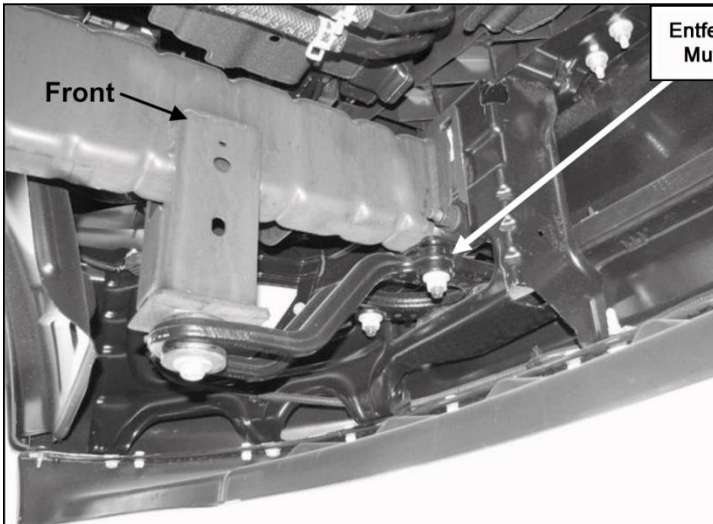

Bild 5 Montagepunkte an der Fahrerseite. Ansicht von hinter der Stoßstange. Modell mit Abschlepphaken.
- a) Entfernen Sie die beiden Muttern, mit denen die Abschlepphaken vorne auf der Rückseite der Stoßstange befestigt sind, **(Bild 5)**.